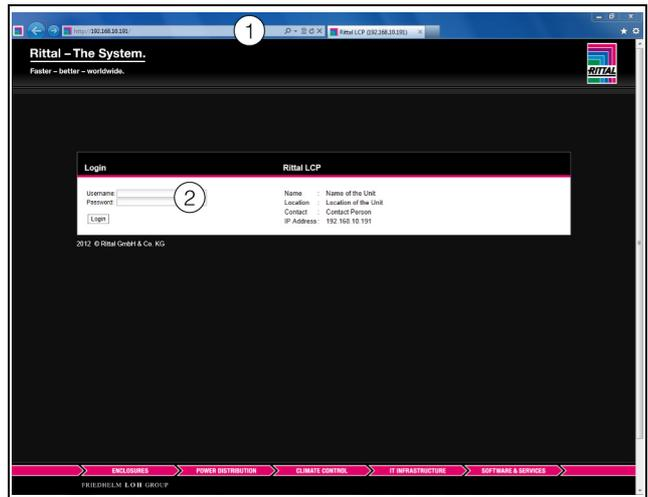

Abb. 89: Anmeldebildschirm bei einer HTTP-Verbindung
- Geben Sie im Browser die Adresse **http://192.168.0.190** ein (Abb. 89, Pos. 1). Es wird
- Melden Sie sich als Benutzer **admin** mit dem Kennwort **admin** an (Abb. 89, Pos. 2).